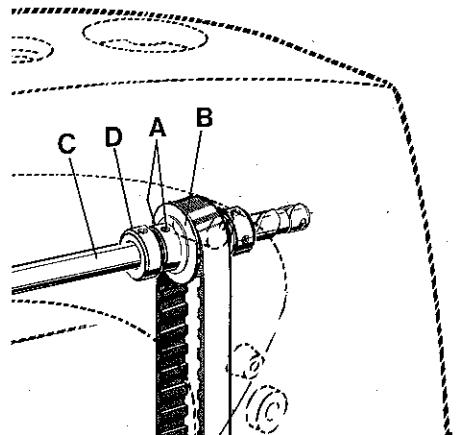

Fig.40
While rotating pulley in operating direction, the spreader should begin to move from its extreme left position to the right as the needle bar descends 0,8 to 1 mm (.032 to .040 in.) from top of stroke. Adjustment for timing the spreader travel can be made by loosening the two screws (A, Fig. 40) in the hub of sprocket (B), right inside the arm casting, advance or retard sprocket on shaft for spreader drive (C) as required. Thrust hub of sprocket against collar (D) when retightening screws (A).
Drehen Sie am Handrad in Nährichtung, der Leger soll beginnen sich aus seiner linken Endstellung nach rechts zu bewegen, wenn sich die Nadelstange von ihrer obersten Stellung etwa 0,8 bis 1 mm nach unten bewegt hat. Die Legerbewegung läßt sich nach Lösen der beiden Schrauben (A, Fig. 40) in der Nabe des Zahnriemenrades (B), rechts im Maschinenarm und entsprechendes vor- oder zurückdrehen des Zahnriemenrades auf der Welle für Legerantrieb (C) zeitlich abstimmen. Beachten Sie, daß die Nabe des Zahnriemenrads am Stellring (D) anliegt, wenn Sie die Schrauben (A) wieder anziehen.